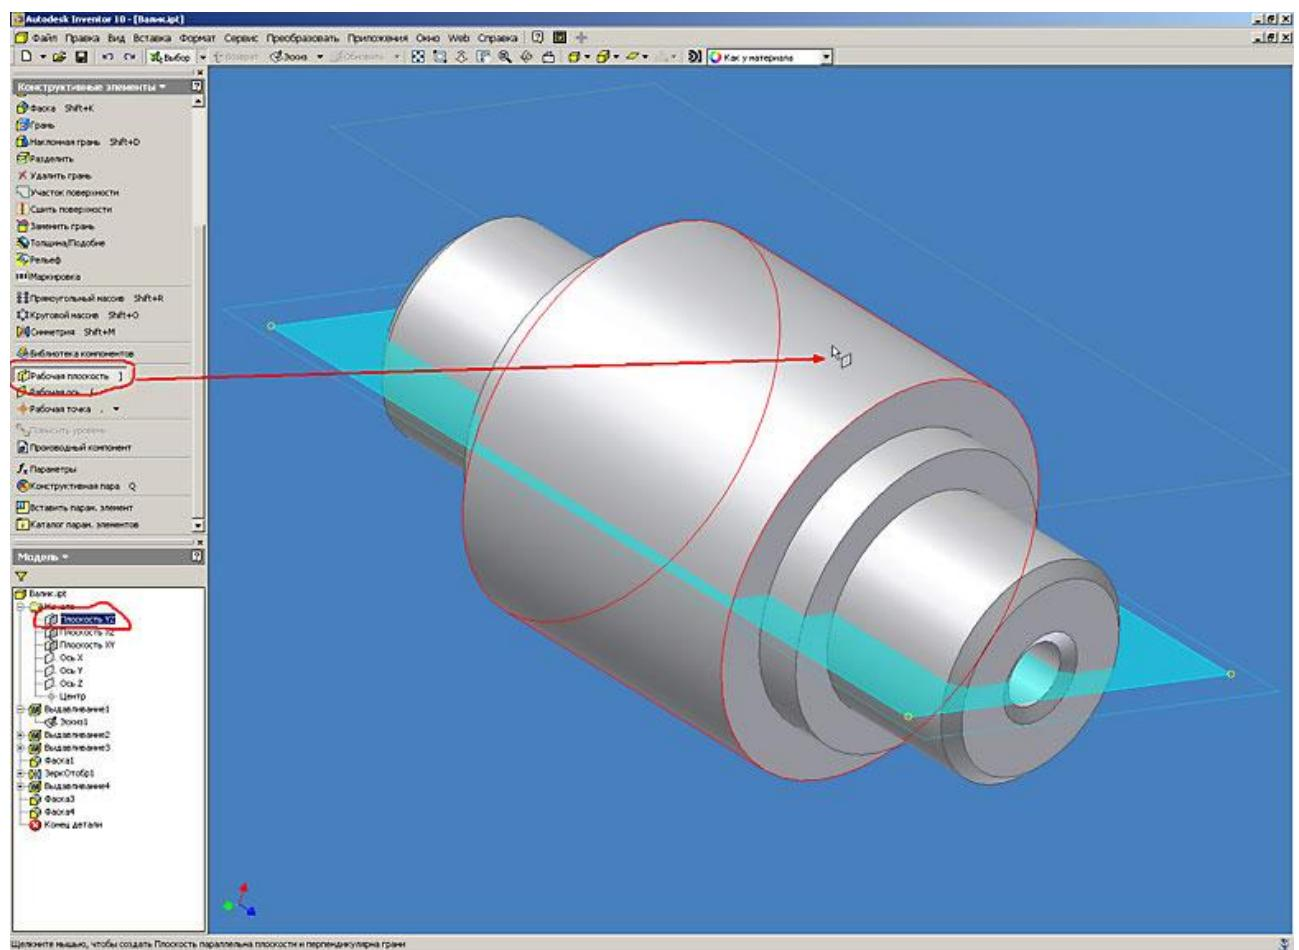

Рис. 12. Autodesk Inventor. Работа с конструктивными элементами (выдавливание)
12. Для построения шпоночного паза предварительно построим вспомогательную рабочую плоскость, касательную к поверхности цилиндра. Для этого в браузере модели выделяем плоскость YZ в начале координат, затем нажимаем на кнопку “Рабочая плоскость” в инструментальной палитре, и указываем мышкой на поверхность цилиндра детали. Inventor предлагает автоматически построить плоскость касательную к цилиндуру (рис. 12).